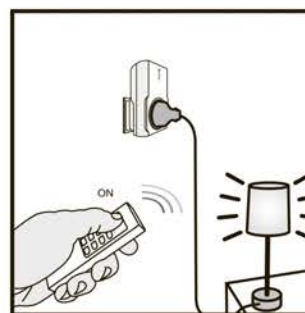

Рисунок 5
5.4. Для использования светильника или электроприбора нажмите кнопку ON на пульте управления, чтобы включить приемник. Нажмите кнопку OFF, чтобы его выключить (рисунок 5).